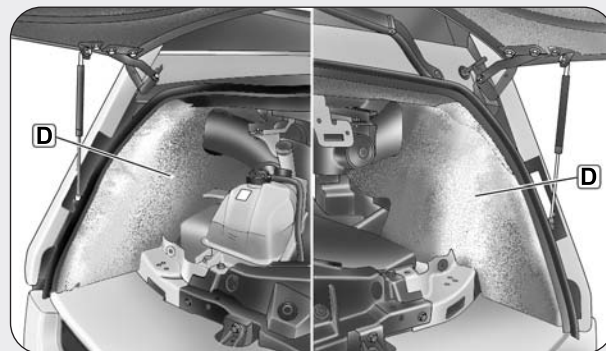

fig. 4
- Rimuovere le coperture argentate **D - fig. 4** posizionate sul lato destro e sinistro.